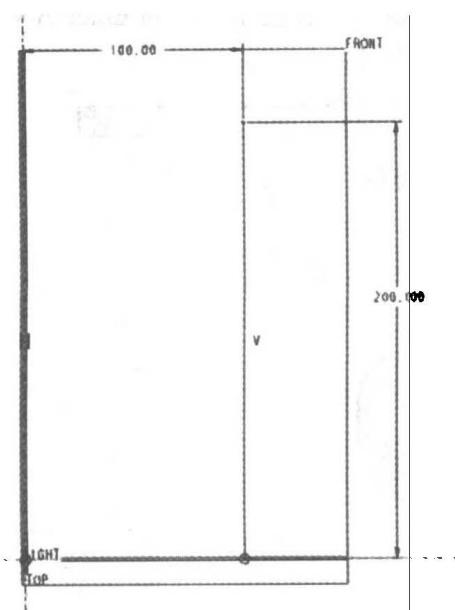

图 1.19 绘制直线
- (4) 成功生成旋转轴线后，准备绘制旋转曲面的截面，单击工具栏中的直线按钮 [ ]，先绘制如图 1.19 所示的直线。